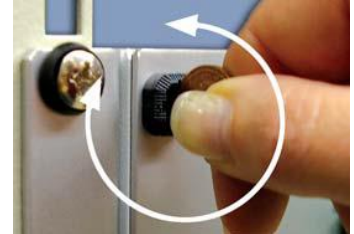

Bild 5
- Das Entriegeln der Schublade wird durch eine Vierteldrehung der beiden Verschlüsse an der Frontseite vorgenommen (**Bild 5**).